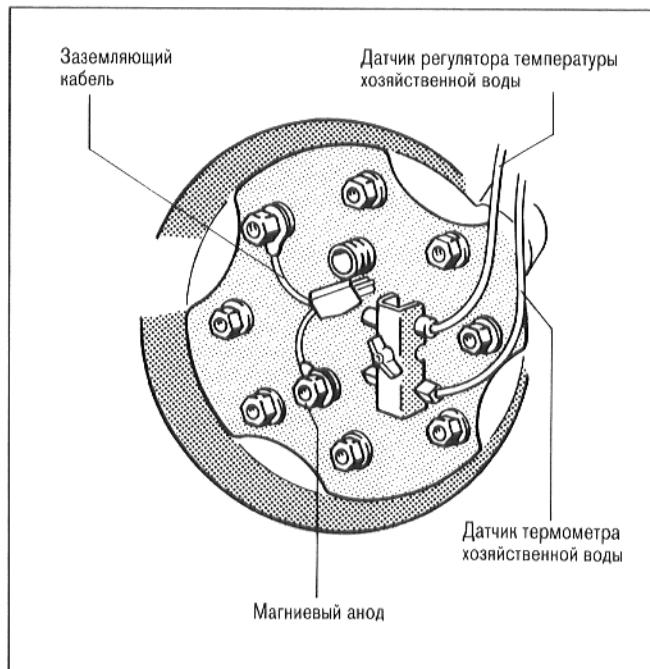

Рис. 14
- Вложить ушко заземляющего кабеля и закрутить шестигранные болты (рис. 14).